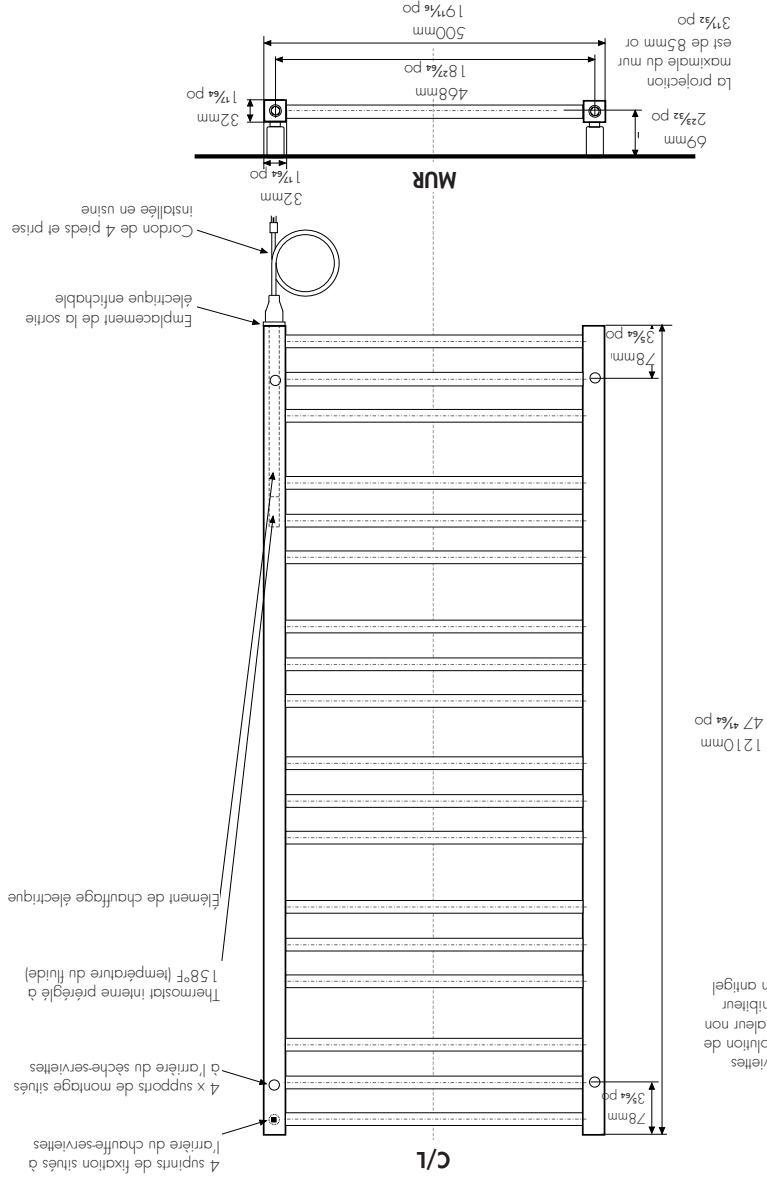

Figure 2
1. Une prise de 110 V située à moins de 18 po de l'emplacement de sortie de la prise électrique sur le sèche-serviettes (voir fig. 2), et non au-dessus de l'emplacement de la sortie de la prise électrique.
2. Des montants muraux ou un support en contreplaqué sont requis dans le mur à tous les emplacements des supports. Voir la figure 2 pour les emplacements des supports.
2. Fixez les supints muraux « B », y compris le col « A », au mur à l'aide des vis fournies et aux emplacements illustrés à la figure 2.